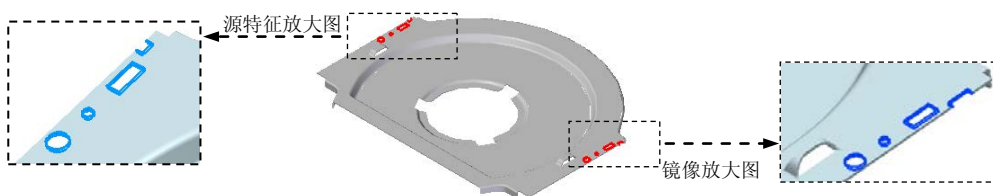

图 8.5.33 镜像特征 2
(4) 单击 **完成** 按钮, 完成特征的创建。
Step13. 创建图 8.5.33 所示的镜像特征 2。